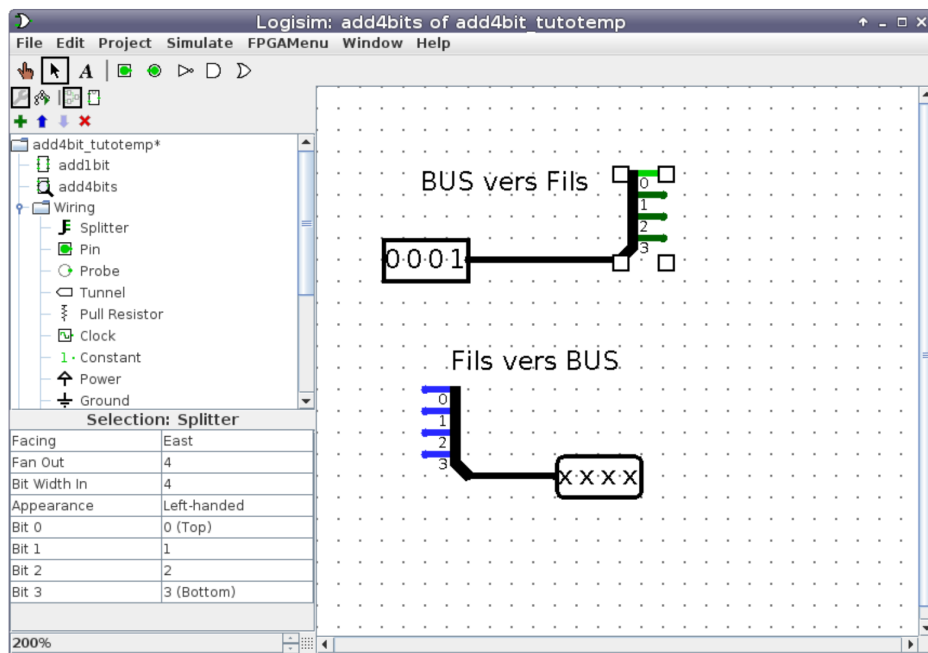

FIGURE 7 – Exemples splitters
6. Lorsque nous tirons un fil de l'une de ces entrées, ce n'est plus un simple signal mais un bus de 4 bits. Pour pouvoir connecter les éléments de ce bus aux entrées des additionneurs 1 bit, nous allons devoir séparer les différents fils du bus afin de pouvoir les traiter un par un. L'élément `splitter` de `wiring` permet d'effectuer ces conversions dans les deux sens : d'un bus de 4 bits vers 4 fils, et de 4 fils vers un bus de 4 bits - voir Figure 7.